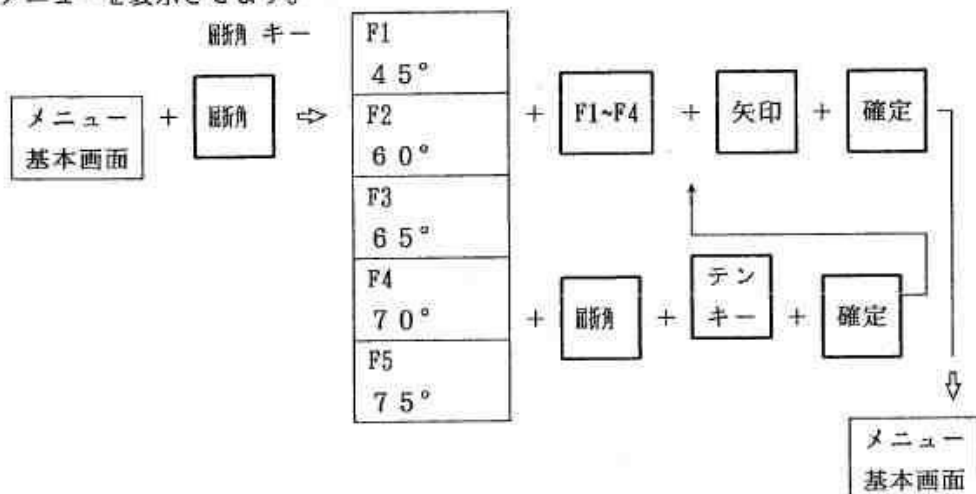

図 6.2.30 屈折角設定方法
- ① 機能キー [屈折角] を 1 回押して、メニューエリアに図 6.2.30 のように屈折角選択メニューを表示させます。